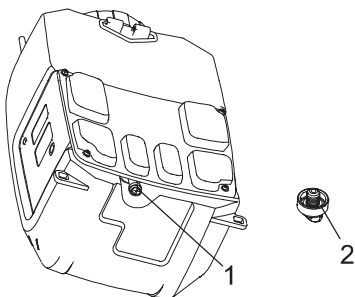

Figura 15
4. Svitare il tappo rosso per aprire il foro di ingresso dell'acqua, quindi collegare il foro al rubinetto dell'acqua. Assicurarsi che l'anello O sia posizionato all'interno del tappo rosso. Fare riferimento alla Figura 15.